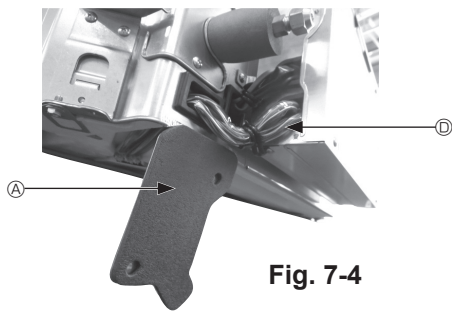

Fig. 7-4
- 2 Περάστε τα σύρματα του Αισθητήρα i-see και του δέκτη σήματος μέσα από τις εισόδους συρμάτων στο κιβώτιο ηλεκτρικών εξαρτημάτων, όπως φαίνεται στο διάγραμμα, και γύρω από τους δακτυλίους στην πλευρική όψη της κύριας μονάδας. (Fig. 7-4)